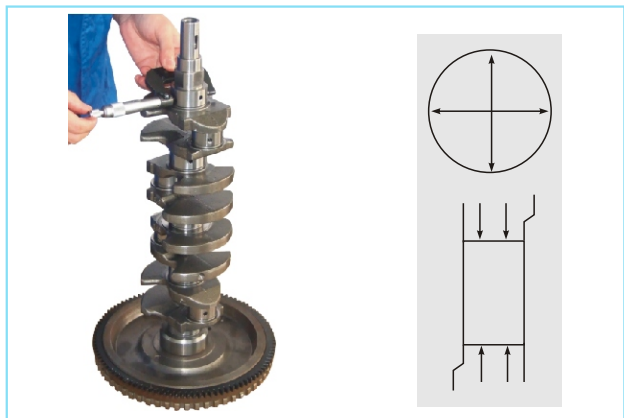

图2-80 检测曲轴主轴颈和连杆轴颈
①用千分尺测量每个主轴颈和连杆轴颈的直径（参见图2-80所示）。